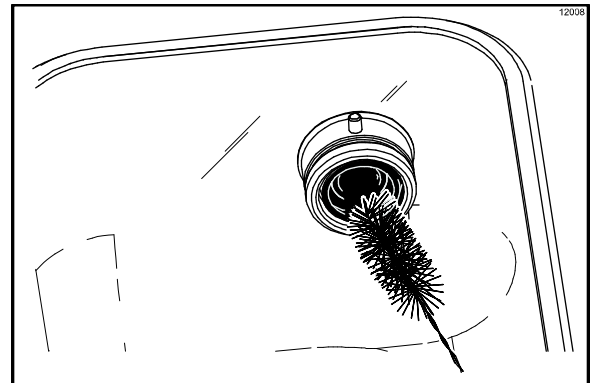

Рисунок 109
- Используя черную щетку, очистите отверстия ступицы привода на задней стенке бачков для смеси. (См. рис. 109)